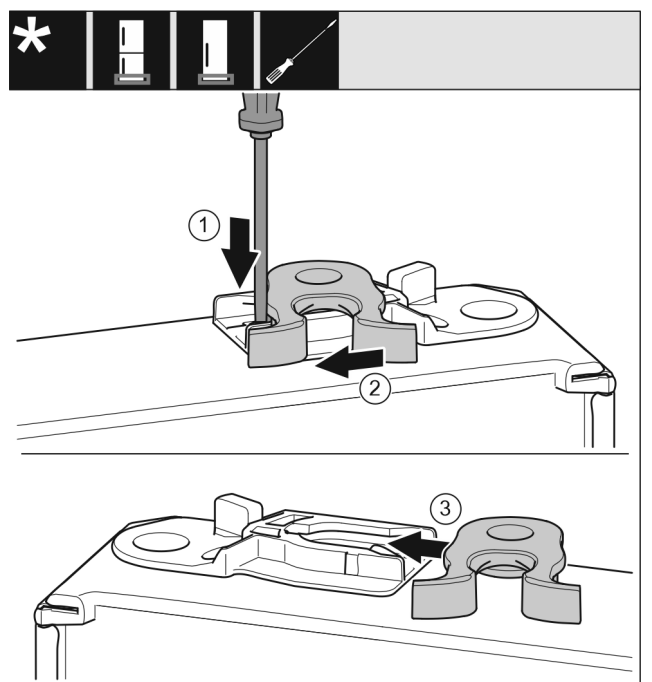

Fig. 27
- ▶ Pousser vers le bas la languette avec un tournevis plat. Fig. 27 (1)
- ▶ Tirer le crochet de fermeture en dehors du guide. Fig. 27 (2)
- ▶ Pousser le crochet de fermeture dans le guide de l'autre côté. Fig. 27 (3)